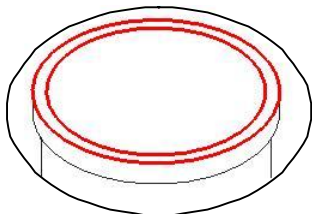
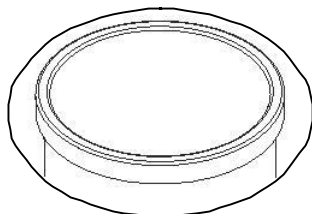

图5-48
图5-49
- 使用边倒圆功能创建圆角特征。选择图 5-48 所示的实体边缘，然后设置圆角半径为“1”，结果如图 5-49 所示。